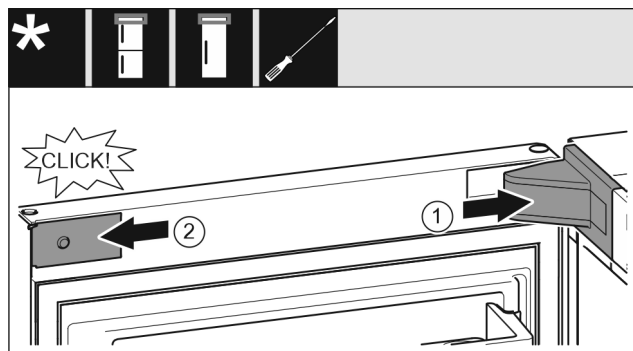

Fig. 22
- Poser et enclencher le cache du support de palier, l'introduire en appuyant délicatement. Fig. 22 (1)
- Mettre en place le cache latéralement et l'enclencher. Fig. 22 (2)